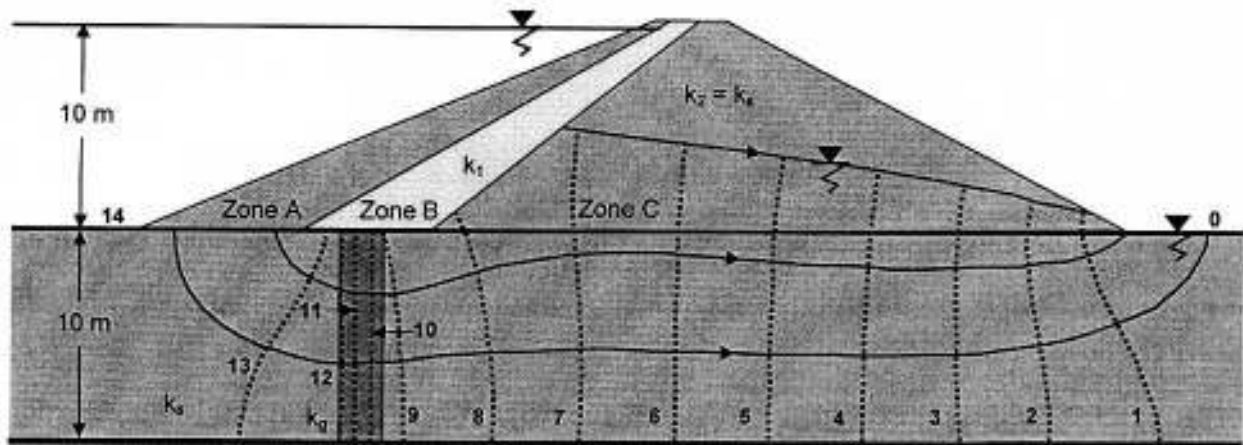

Figure 1 Réseau d'écoulement à travers le barrage
La figure 1 montre la coupe transversale d'un barrage en terre divisé en trois zones :
- la zone C est faite du matériau sablo-limoneux existant sur le site. Son coefficient de perméabilité  $k_2 = k_3$  est voisin de  $10^{-5}$  m/s. Cette perméabilité est trop forte pour établir un barrage sans dispositions complémentaires permettant de limiter l'écoulement de l'eau sous le barrage. Pour cette raison, un écran de perméabilité limitée  $k_9$  doit être réalisé dans le sol de fondation, sous la couche d'argile. La largeur envisagée pour cet écran est de 2m. Un calcul a été effectué pour savoir si un écran de coefficient de perméabilité  $k_9 = 0,2 k_3$  serait suffisant. Le réseau d'écoulement obtenu est représenté sur la figure 1.